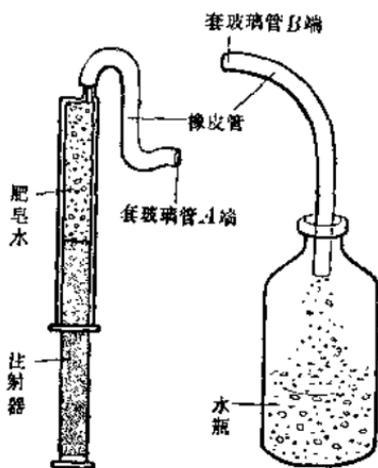

图 2-43
7. 吸水和出水装置。在玻璃 A 端用橡皮管接一个较大的装有肥皂水的注射器，B 端用橡皮管通到一个瓶子里(图 2-43)。推进注射器的活塞，